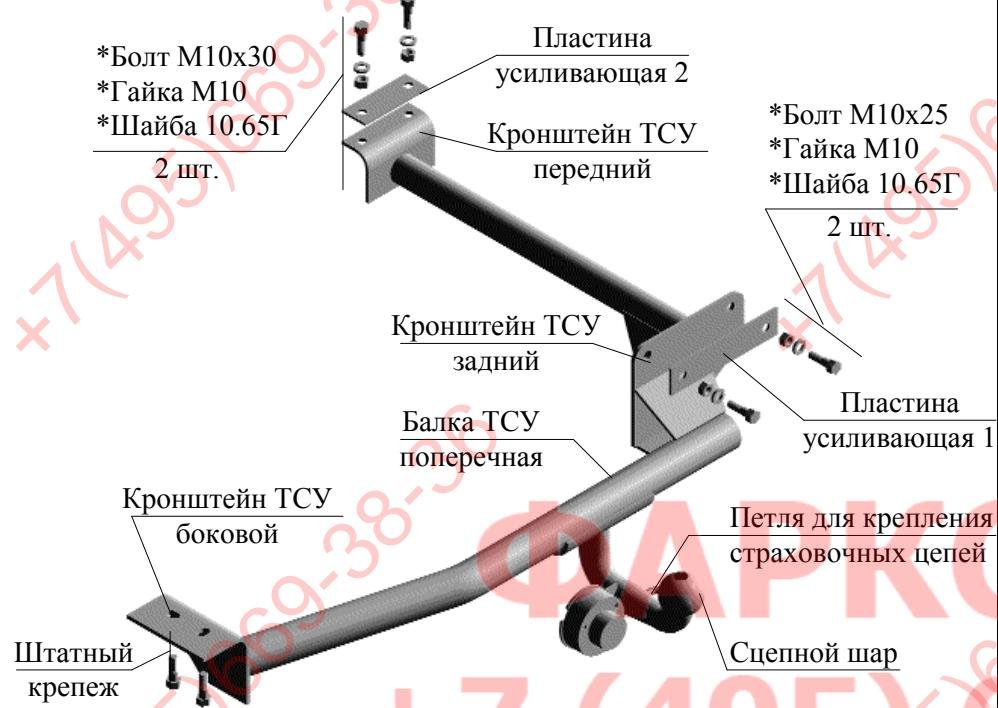

Рис.1 Тягово-сцепное устройство ТСУ 2126.01
- 2.1 ТСУ 2126.01 в сборе (рис.1) 1 шт.
- 2.2 Пакет с комплектующими (см. рис.1) 1 шт.